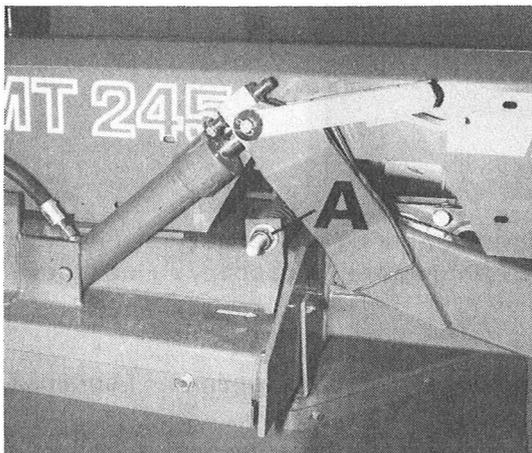

Fig. 13
4. Den Keilriemen spannen - Der Pfeil gibt die korrekte Spannung an (siehe Abb. 13 - 14).